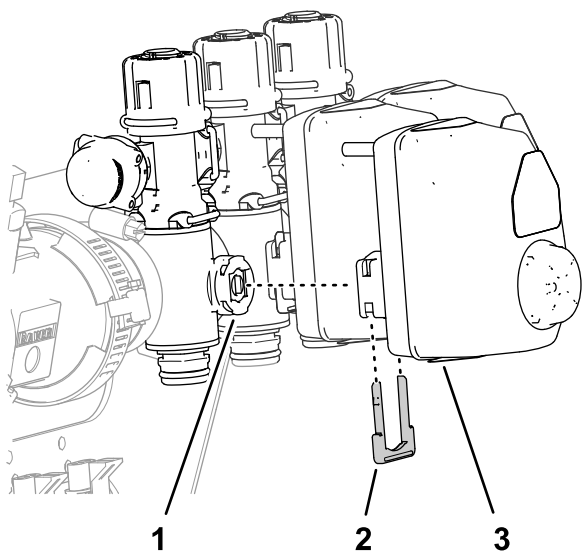

図 64
1. 左ブームバルブ、中央ブームバルブ、右ブームバルブにある全部で3つのバルブアクチュエータを固定しているリテーナ3個を外す 図 64。
2. 左ブームバルブ、中央ブームバルブ、右ブームバルブから、バルブアクチュエータを外す 図 64。
10. 左ブーム、中央ブーム、右ブームのそれぞれのバルブに、バルブアクチュエータ全部で 3 個を取り付ける (図 64) ステップ 1 で外したリテーナを使用する。